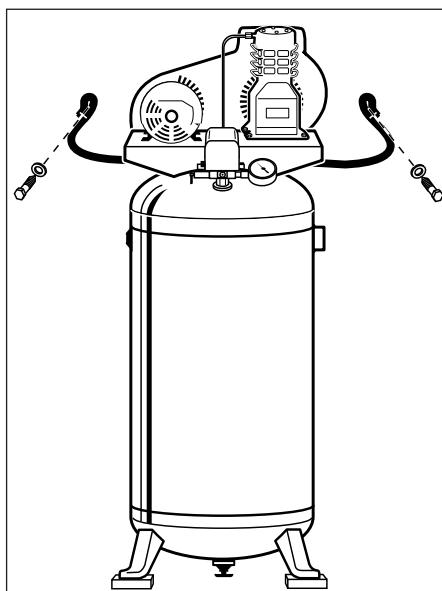

Figura 3 - Instalación del cable para sostenerlo a la pared
- Coloque el cable en la base tal como se le indica en la Figura 3.